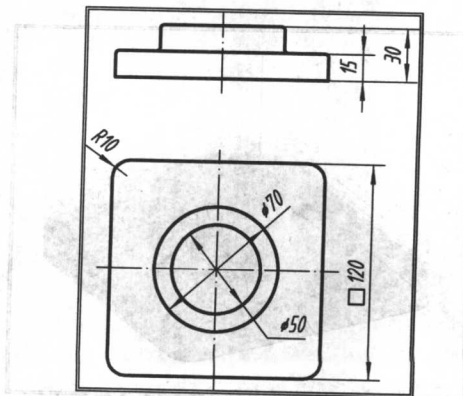

图 0-15 完成后的工程图
③ 在 CAXA 电子图板中单击【文件】→【数据接口】→【接收视图】, 根据状态栏提示, 在绘图区中选择合适的视图位置后单击左键, 放置视图。
④ 为视图添加标注, 完成后的结果如图 0-15 所示。
⑤ 保存此工程图文件。